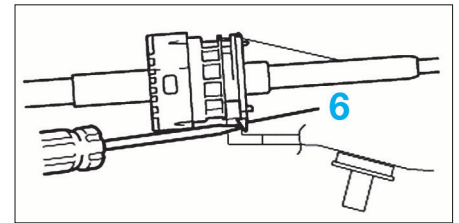

FIG. 11
- À l'aide d'un tournevis, détacher la griffe (6) (fig. 11).